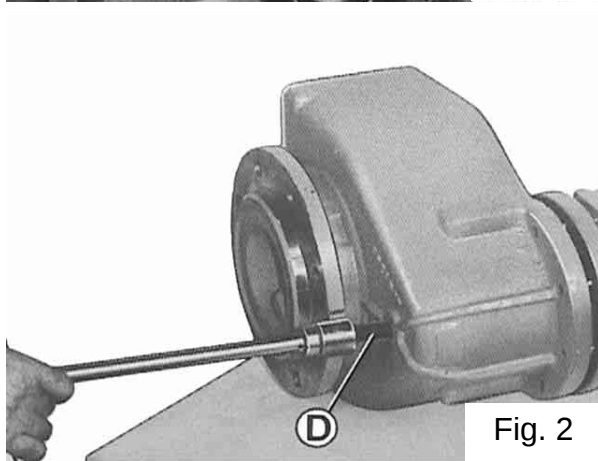

Fig. 2
- détacher le réducteur complet du moyeu, en agissant avec la vis **D** fig. 2 sur le demi-arbre interne ;